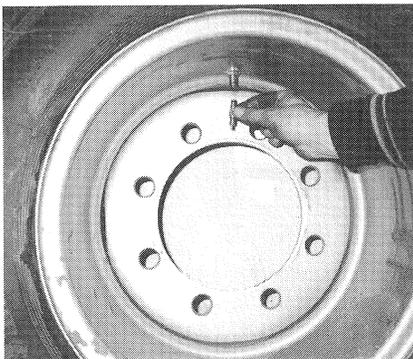

FIG. 53
- 2-Dévisser la fourrure de la valve et visser le raccord de connexion dans la valve fig. 53.